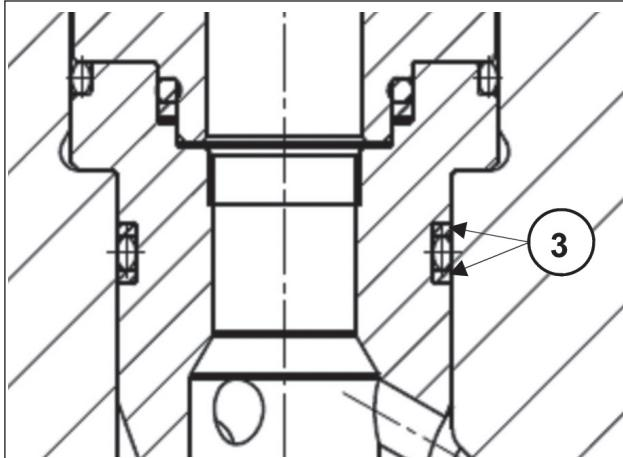

Abb. 28
- Setzen Sie die Saug- und Druckventilgruppen samt Hülsen bis auf Anschlag in ihren Sitz am Kopf ein. Achten Sie insbesondere darauf, nicht die Stützringe der Hülsen (Abb. 28, Pos. ③) zu beschädigen. Gehen Sie zum vorschriftsmäßigen Einsetzen und Ausrichten der Ringe in den entsprechenden Sitzen folgendermaßen vor:**